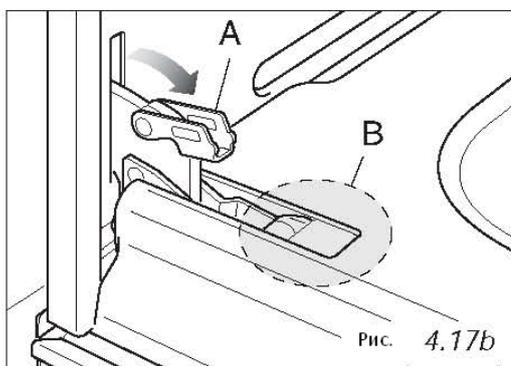

Рис. 4.17b
- Полностью откройте рычаг «А» на правом и левом шарнирах (Рис. 4.17b).
- Немного закройте дверцу (Рис. 10.10в), так чтобы рычаги «А» правого и левого шарниров зацепились за часть «В» дверцы (Рис. 4.17b).